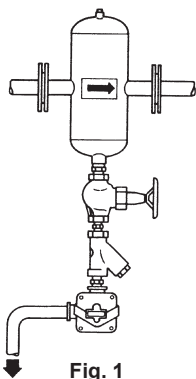

Fig. 1
Il separatore 9800 deve essere montato con la freccia secondo la direzione di percorrenza dell'aria e con l'attacco di scarico rivolto verso il basso. All'attacco di scarico deve essere applicato uno scaricatore di condensa mod. CA14 o CA44, proporzionato per l'effettiva quantità di condensa da asportare. Per separatori fino a DN 50 è di solito sufficiente installare il mod. CA14. Lo scaricatore di condensa deve essere preceduto da un filtro; il mod. CA44 deve essere collegato all'attacco di sfiato del separatore con un tubo di equilibratura da 3/8"; per il mod. CA14 questo collegamento non è richiesto, vedere Fig. 1 e 2.
N.B. - Per piccole portate e con scaricatore CA14, purchè l'installazione sia "compatta", è consentita l'eliminazione del tubo di equilibratura che collega superiormente lo scaricatore al separatore (Fig. 1); altrimenti seguire la Fig. 2 (scaricatore CA44).